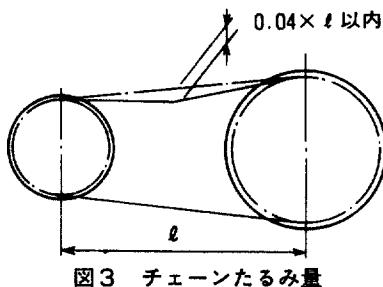

図3 チェーンたるみ量
- (2) チェーンたるみ量はスパン長の4%程度としてください。図3参照。たるみが大き過ぎると始動時衝撃が過大となり、ギヤードモータを損傷することがあります。また、ベルト張り過ぎも軸受等の損傷原因になることがあります。